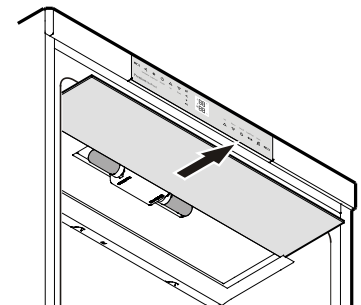

Figura 14
2. Retire la placa de vidrio - **Figura 14**.